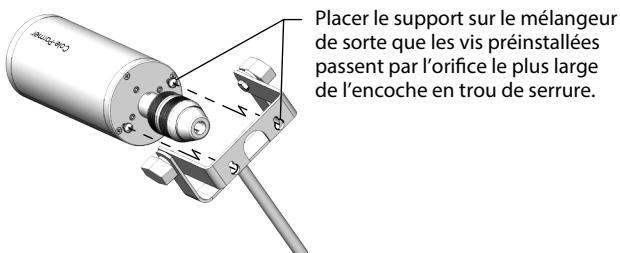

Figure 5 : Installation du support de fixation à inclinaison réglable
3. Serrez les vis pour immobiliser l'ensemble de fixation en position, comme indiqué sur la figure 5.